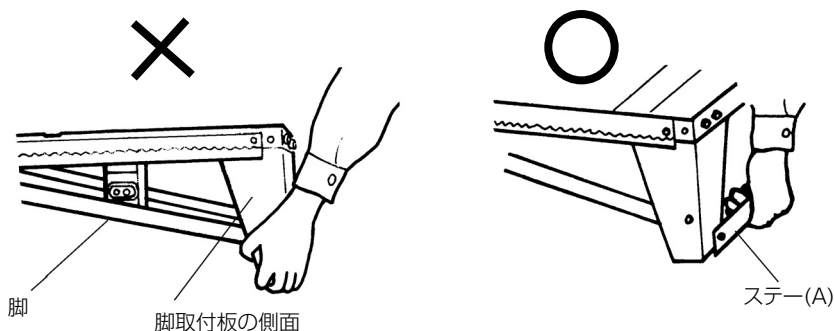

図 52
テーブル両端のステー (A) を持って運搬してください。(図 52 参照)